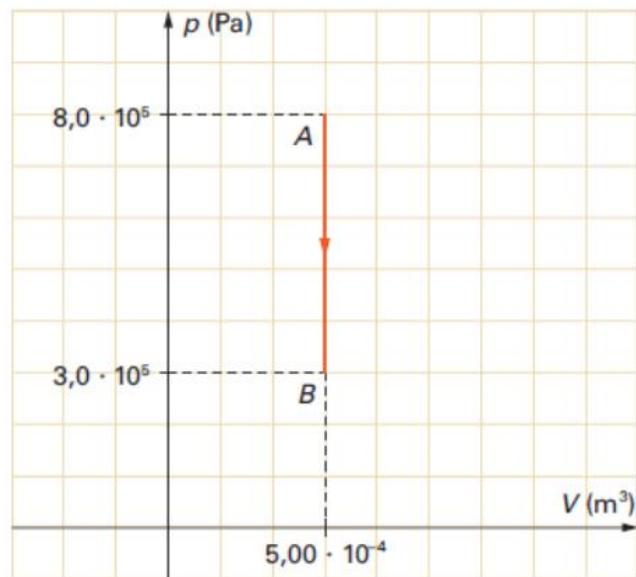

Figura 8.15: Gráfico $p \times V$ da transformação (Fonte: Gaspar, 2013, p. 272)
3. No gráfico $p \times V$, mostrado na figura 8.15, está representada uma transformação isométrica de uma amostra de gás. A energia interna da amostra variou de 3000J, após a transformação.